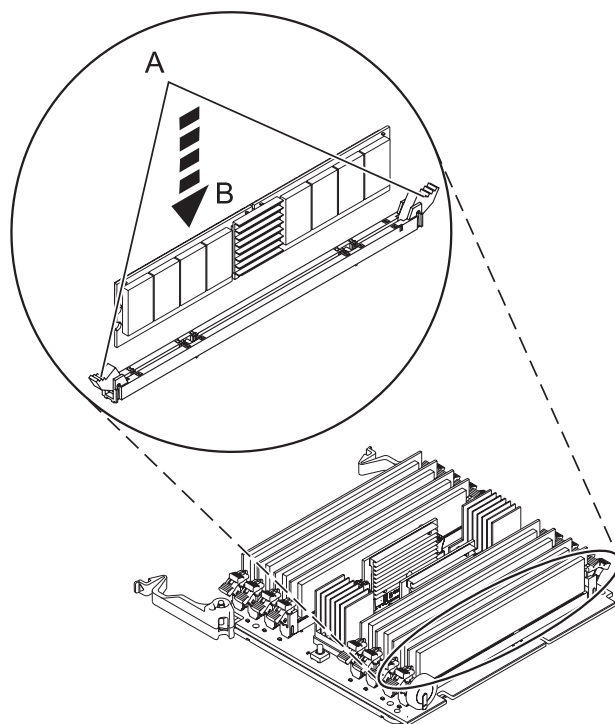

Figura 13. Substituindo um módulo de memória
13. Assegure-se de que as guias de bloqueio do conector (**A**) sejam empurradas para abrir na posição desbloqueada, conforme mostrado no Figura 13, antes de instalar um novo módulo de memória.